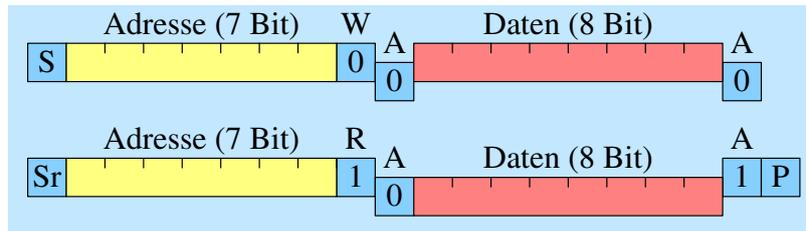

Abbildung 7: Master schreibt erst ein Byte und liest dann ein Byte
**4.2.3.6 Beispiel: Master schreibt erst, liest dann** In Abbildung 7 ist dargestellt, dass ein Master zuerst ein Datenbyte schreibt, dann die Lese-Schreib-Richtung umkehrt und aus demselben Baustein ein Byte liest. Man nennt dies den *kombinierten Modus*. In diesem Modus kann der Master bei demselben Baustein in einer Aktion lesen und schreiben. Das ist sinnvoll zum Beispiel bei seriellen Speichern, bei denen zuerst eine interne Speicheradresse geschrieben und anschließend der Inhalt gelesen werden soll. Natürlich ginge das auch mit mehreren Zugriffen, aber mit diesem kombinierten Modus klappt es schneller und zusammenhängend. Für das Umschalten wird die Aktion nicht mit STOP abgebrochen, sondern mit einer wiederholten START-Aktion (REPEATED START, abgekürzt Sr) weitergeführt. Im folgenden Beispiel wird erst ein Byte geschrieben und dann ein Byte gelesen.